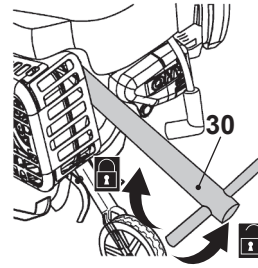

Fig. 32
2. Afloje la bujía en sentido antihorario usando la llave de bujías (30) y quítela con cuidado (fig. 32).